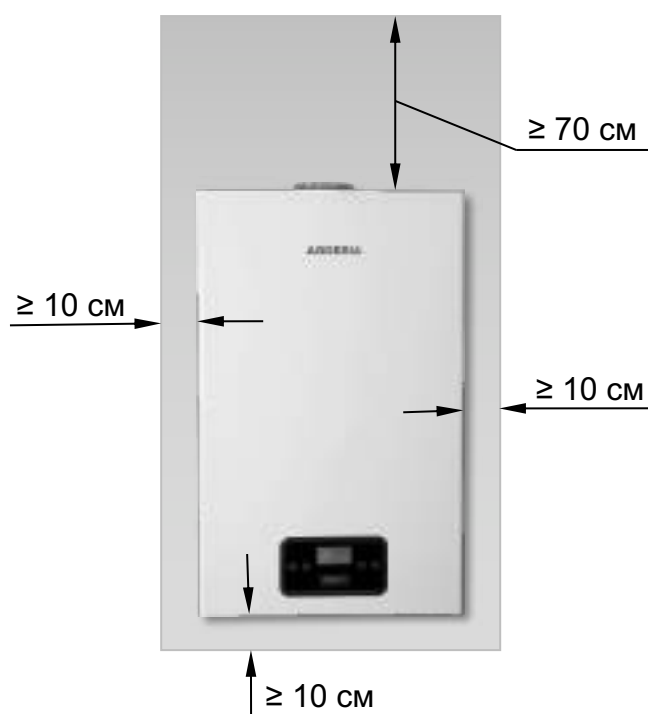

Рис. 13
- При монтаже котла на стену из трудносгораемых и сгораемых (слабогорючих и горючих) материалов, стена **должна быть** изолированы негорючими материалами (например: кровельной сталью по листу асбеста толщиной не менее 3 мм. или известковой штукатуркой толщиной не менее 10 мм) или экранами заводского изготовления. Указанное покрытие **должно выступать** за габариты корпуса котла не менее, чем на 10 см. и на 70 см. сверху (См. Рис. 13). При невозможности выдержать расстояние в 70 см. сверху, а так же при монтаже горизонтальной системы дымоудаления, **допускается** уменьшить его в многоквартирных жилых домах до 50 см., в квартирах многоквартирных домов до 10 см.